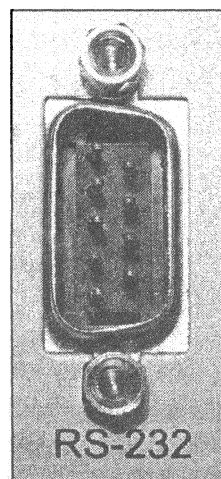

Рис. 11.1. Разъем последовательного порта RS-232 на задней панели ресивера
- ♦ способ 1: через имеющийся на задней панели ресивера разъем последовательного порта. Чаще всего этот разъем выполнен в стандарте RS-232 (рис. 11.1);